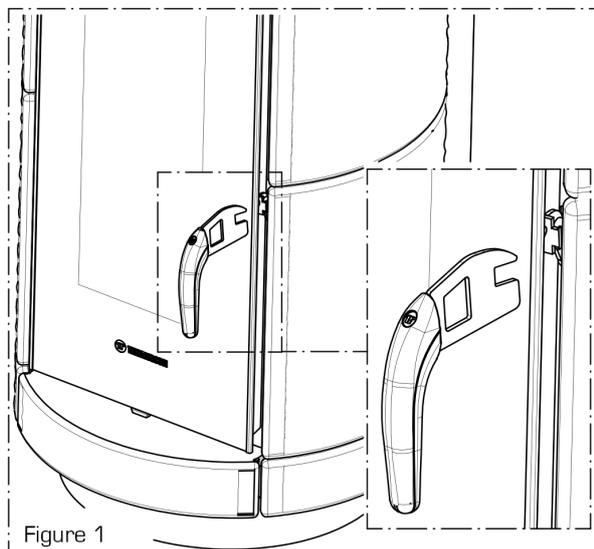

Figure 1
- Nettoyer le brûleur (Figure 1).